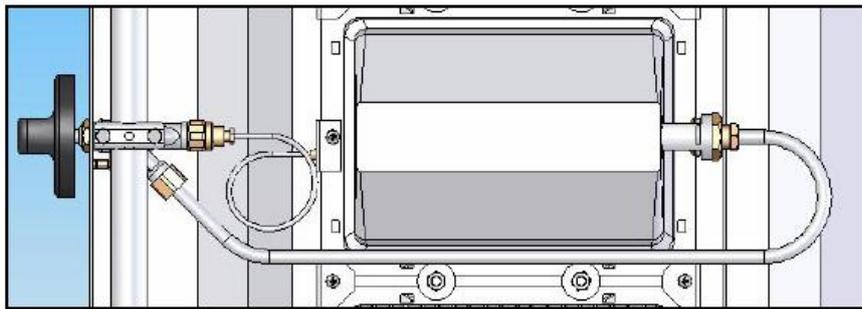

Figure 1
- Similarly, fix Gas Supply Pipe in its place (Figure 1).
- Similarly, Fix On-Off Knob in its place (Figure 1).
- Bauen Sie ähnlich den Gasversorgungsschlauch an dessen Stelle ein (Bild 1.).
- Einsetzen des Ein/Ausschaltknopfes in der gleichen Weise (Bild 1).